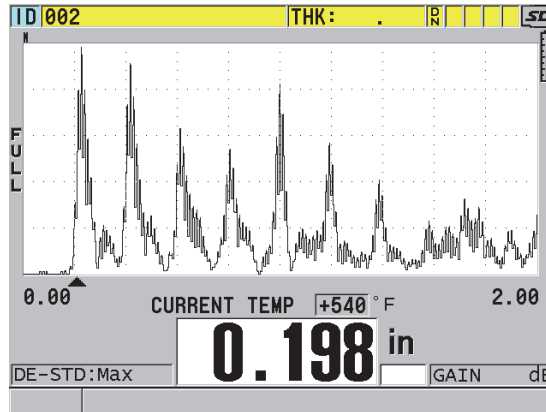

Figura 10-19 Datos de la compensación de temperatura
4. Pulse la tecla **[MEAS]** para regresar a la pantalla de medición con la compensación de temperatura activada (ver Figura 10-19 en la página 190). El espesor medido está basado en la compensación de la temperatura determinada por los parámetros **TEMP. DE CALIBRACIÓN** (CALIBRATION TEMP), **TEMP. ACTUAL** (CURRENT TEMP) y **COEFICIENTE DE TEMP.** (TEMP COEFFICIENT).